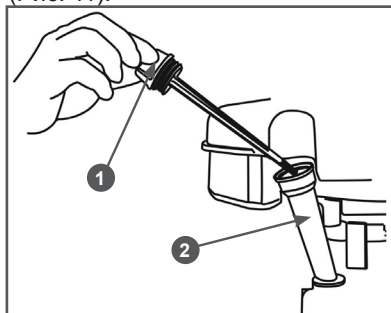

Рис. 11 Крышка-щуп маслозаливной горловины
2. Открутите крышку-щуп 1 маслозаливной горловины 2 и извлеките щуп (Рис. 11).
2. Открутите крышку-щуп 1 маслосливной горловины и извлеките щуп (Рис. 11).